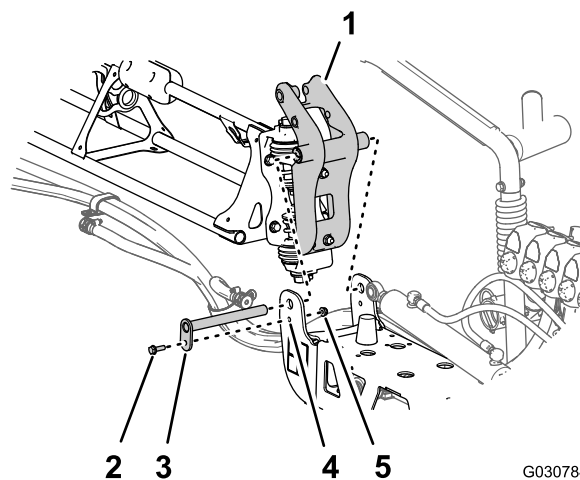

Figura 100
- Alinee los casquillos del acoplamiento de giro con los orificios de las pestañas del soporte de giro situado en el extremo de la sección de brazo central (Figura 100).